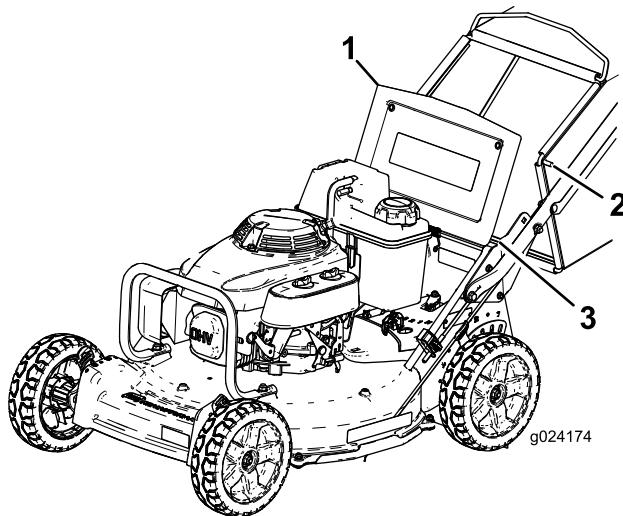

Figura 21
2. Levante y sujeté la puerta trasera (Figura 21).
4. Inserte los extremos de la varilla de la bolsa en las muescas de la base del manillar, y mueva la bolsa hacia adelante y hacia atrás para verificar que los extremos de la varilla están asentados en el fondo de cada muesca (Figura 21).
3. Retire la varilla de la bolsa de recogida de las muescas de la base del manillar (Figura 21).